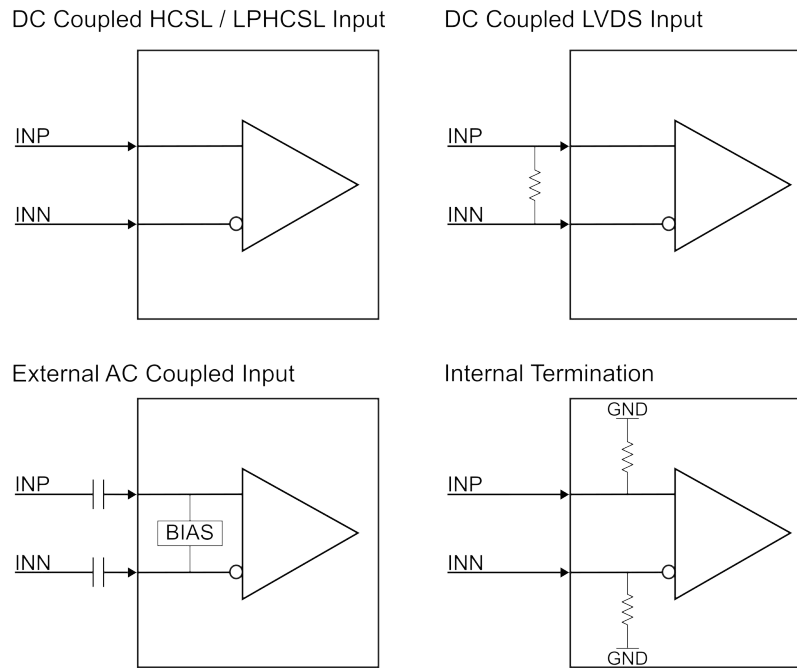

图 3-1. 输入接口
3. 将 100MHz 参考时钟连接到 CLKIN\_P/N。请参阅图 3-1，了解不同的输入基准配置。
LMKDB1112 可根据输入摆幅和共模电压支持不同的输入接口。有四种输入接口类型，可以使用外部元件和内部端接方案在 LMKDB1112 上进行配置，如图 3-1 所示。如果使用信号发生器，请确保使用  $100\ \Omega$  电阻器填充 *R47*，或者使用内部或外部  $50\ \Omega$  终端接地。